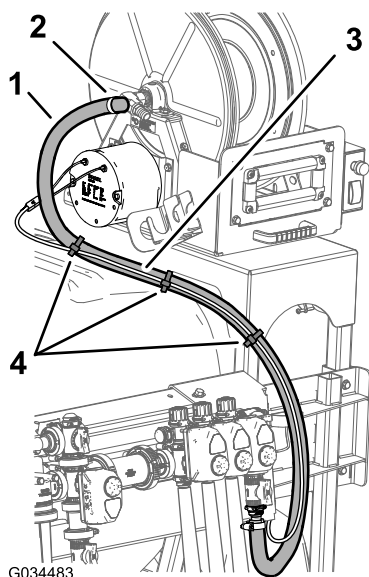

Figura 39
5. Collegate il flessibile (180 cm) al raccordo dentellato sul gruppo avvolgitubo e fissate il flessibile al raccordo servendovi di una fascetta stringitubo come illustrato nella Figura 39.
6. Fissate il cablaggio preassemblato per il kit dell'avvolgitubo girevole al flessibile di alimentazione dell'avvolgitubo con 3 fascette per cavi (Figura 39).